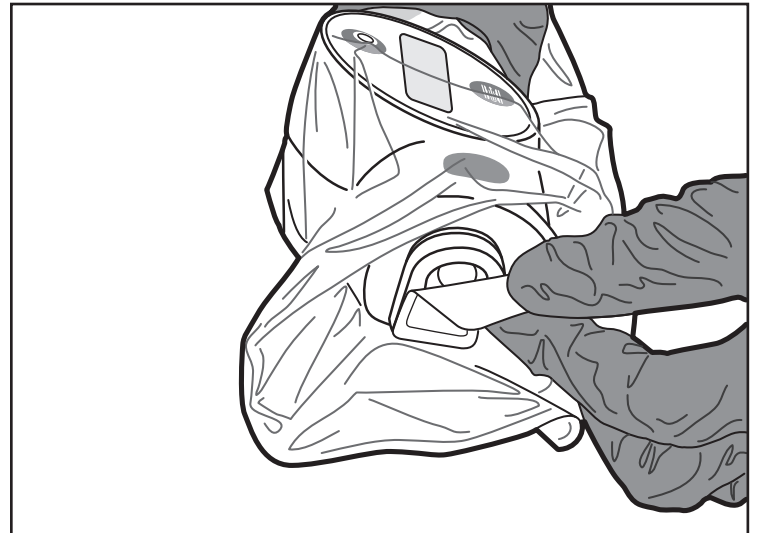

Figure 9. Retrait de l'étiquette
9. Une fois prêt à insérer un cathéter compatible avec l'unité d'entraînement à moteur MDU5 PLUS, enlever l'étiquette de la plaque frontale et le jeter de manière appropriée (figure 9).